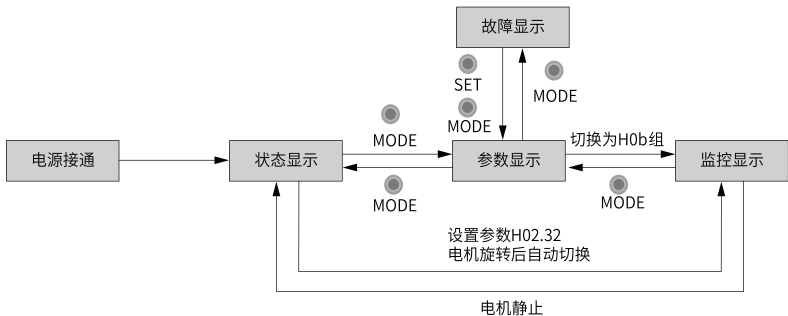

图1-2 面板各类型显示切换方法示意图
- 按“MODE”键可在不同显示模式之间切换，切换条件如第12页“图1-2”所示。